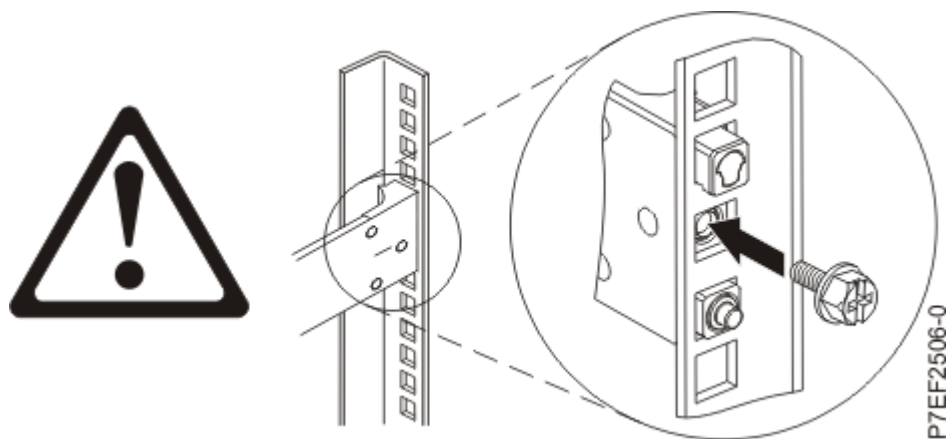

図 4. ねじの再取り付け
4. 5 ページの図 4 に示すように、ステップ 4 ページの『2』 で取り外したねじを再び取り付けます。